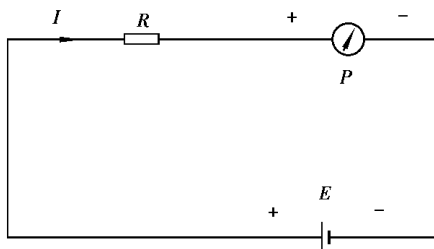

图 4-1 测量直流电压、电流时的正确接法
①将万用表串接在被测电路中时,应注意电流的方向,正确的接法如图 4-1 所示。
②在指针偏转角大于或等于最大刻度  $\frac{1}{3}$  时,尽量选用大量程挡。因为量程愈大,分流电阻愈小,电流表的等效内阻小,此时被测电路引入的误差也愈小。
③在测量大电流(如  $10\text{A}$ )时,千万不要在测量过程中拨动量程开关,以免产生电弧,烧坏转换开关的触点。